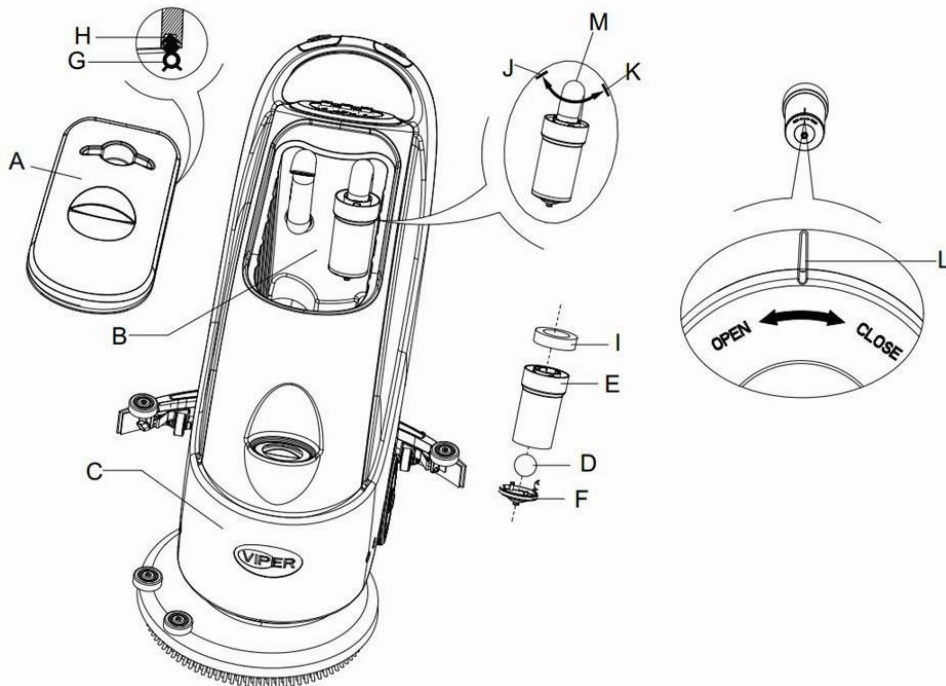

Abbildung 16
2. Drücken Sie den Netzschalter (41) auf die "O"-Position und schalten Sie das Gerät aus.
3. Öffnen Sie die Abdeckung des Schmutzwassertanks (A, Abbildung 16), und entnehmen Sie den Schwimmer (36) aus dem Schmutzwassertank.
4. Verwenden Sie klares Wasser zur Reinigung des Tankdeckels (A), der Tanks (B und C) und der Schwimmer-Filterfassung (E). Lassen Sie durch das Schmutzwasserrohr (15) das gesamte Wasser aus dem Wassertank ablaufen.
5. Folgen Sie, falls nötig, den Symbolen "Öffnen" und "Schließen", wie in Abbildung 16 dargestellt, öffnen Sie den unteren Deckel (F) des Schwimmer-Filters und reinigen den Schwimmer (D), die Schwimmer-Filterfassung (E) und den Filter-Schwamm (I). Fixieren Sie nach der Reinigung den Schwimmer auf der Schwimmer-Filterfassung (E), und richten Sie die Markierungsnut (L) des unteren Deckels (F) des Schwimmer-Filters nach der Markierungsnut (L) der Schwimmer-Filterfassung (E) aus. Drehen Sie den unteren Deckel (F) des Schwimmer-Filters fest und fixieren Sie den Filter-Schwamm (I) auf der Schwimmer-Filterfassung (E) und dann auf dem Vakuum-Rohr (M).
6. Überprüfen Sie die Zuverlässigkeit des Dichtrings (G) der Wassertankabdeckung.
Falls erforderlich, sollte der Dichtungsring des Wassertanks (G) aus der Nut (H) entnommen und ausgetauscht werden. Beim Einsatz eines neuen Wassertank-Dichtrings, wie in Abbildung 16 unten dargestellt, installieren Sie den Anschluss im mittleren Bereich des hinteren Teils.
7. Prüfen Sie, ob die aufnehmende Oberfläche des Dichtrings (G) intakt ist und ausreichend abdichtet.
8. Schließen Sie die Abdeckung des Schmutzwassertanks (A).